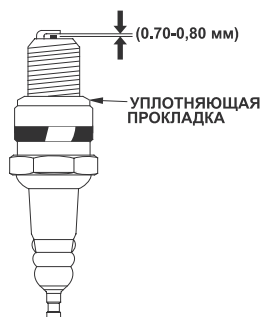

Рис.23 Обслуживание свечи зажигания
8.9.3. Измерьте зазор свечи с помощью щупа. Зазор должен составлять 0,7-0,8 мм (Рис. 23). Если необходима регулировка, аккуратно изогните боковой электрод.